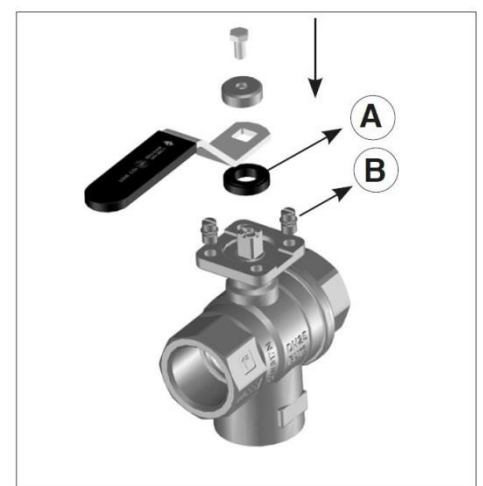

ABB. 3
- Die Fähigkeit zur Installation des Bedienehebels in mehrere Positionen (Abb. 3) ermöglicht die Umleitung des Durchflusses zur Erzielung der verschiedenen Konfigurationen, die in den unteren Diagrammen gezeigt sind.
- Setzen Sie die reibungsdämpfende Dichtung (A) und den Hebel in die Ventilspindel (Abb. 3) ein.
- Bewegen Sie das Ventil nach Bedarf, wobei die Anschlagstifte (B) in die zwei Anschlagsscheibepositionen am Hebel selbst einzuführen sind.
- Schrauben Sie den Hebel mit der mitgelieferten Kappe und Schraube (Abb. 3) fest.